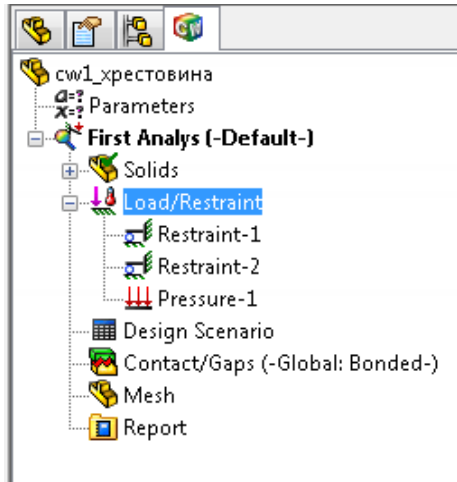

Рис. 1.18. Менеджер CosmosWorks з визначеними граничними умовами
9. Після виконання команди на моделі з'являються червоні стрілки, котрі означають наявність статичних граничних умов на відповідних об'єктах. У папці **Load/Restraint (Нагрузки/Ограничения)** Менеджера Cosmosworks з'являються піктограми **Pressure** і **Restraint** пронумеровані системою (рис. 1.18). Як правило, об'єкти, створені пізніше, розташовуються в дереві вище. Їхнє перейменування здійснюється так само, як у провіднику Windows. Щоб сховати стрілки із граничними умовами, клацніть правою кнопкою миші по піктограмі **Load/Restraint** і в контекстному меню, що відкрилося виберіть команду **Hide All** (Сховати все).